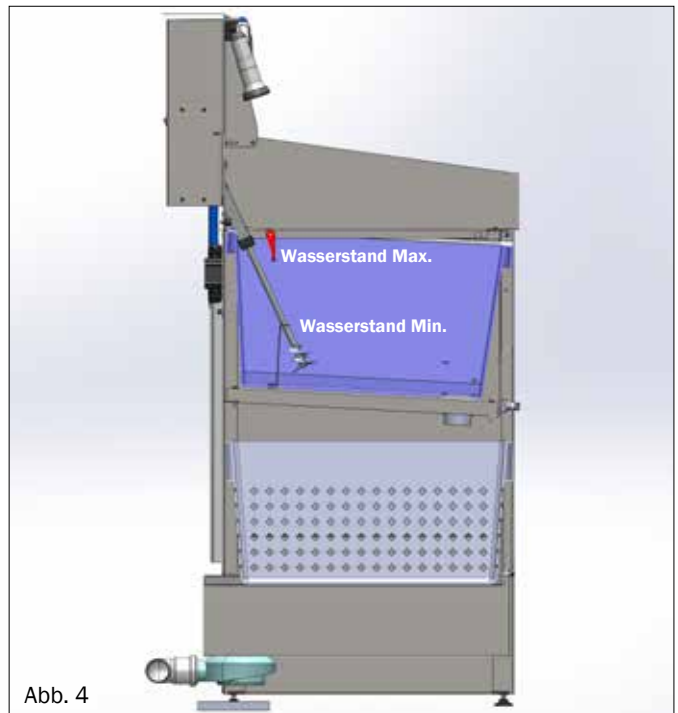

Abb. 4
- Reinigen der Walzen im Walzen-Vorwaschbecken (Lieferumfang im ColorFree top Set) (9) Abb. 4
Bevor das Waschwasser dann im weiteren Betrieb aufbereitet werden kann, muss ein Mindest-Wasserstand vorhanden sein (Wasserstand Min.) Abb. 4.
Siehe Abbildung 4. Das Becken wird mit den Aufnahmehaken (9) schräg, in einem Winkel von etwas 20° in auf die Aufnahmezapfen aufgesteckt.